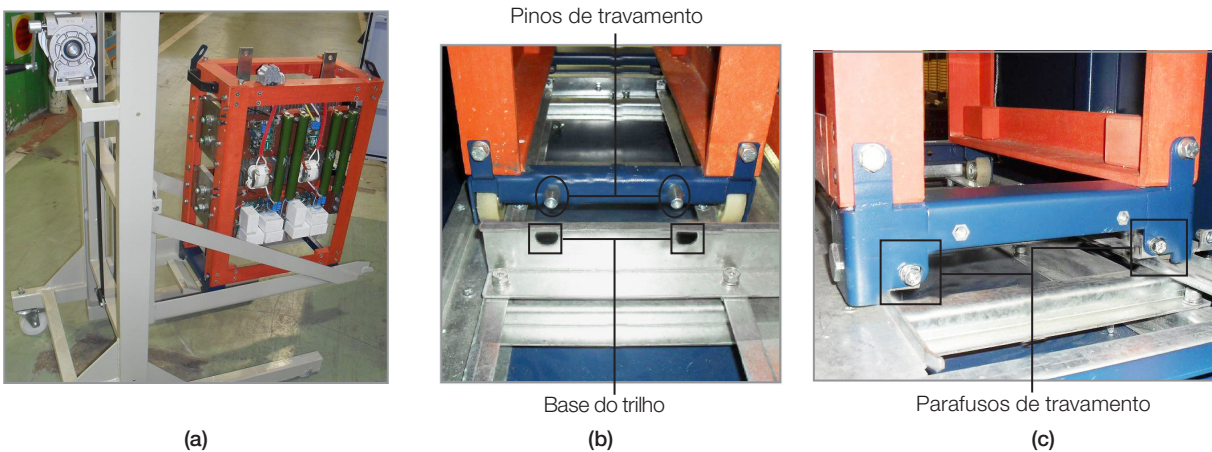

Figura 5.11 (a) a (c): Detalhes das etapas de inserção dos braços
1. Elevar o braço até a altura necessária e o empurrar nos trilhos na base do painel, ver figura 5.11 \(a\).
2. O braço deve ser inserido até que os pinos de travamento, localizados na parte traseira do braço, sejam encaixados na base do trilho, ver figura 5.11 \(b\).
3. Colocar os parafusos de travamento localizados na parte frontal inferior do braço, ver figura 5.11 \(c\).